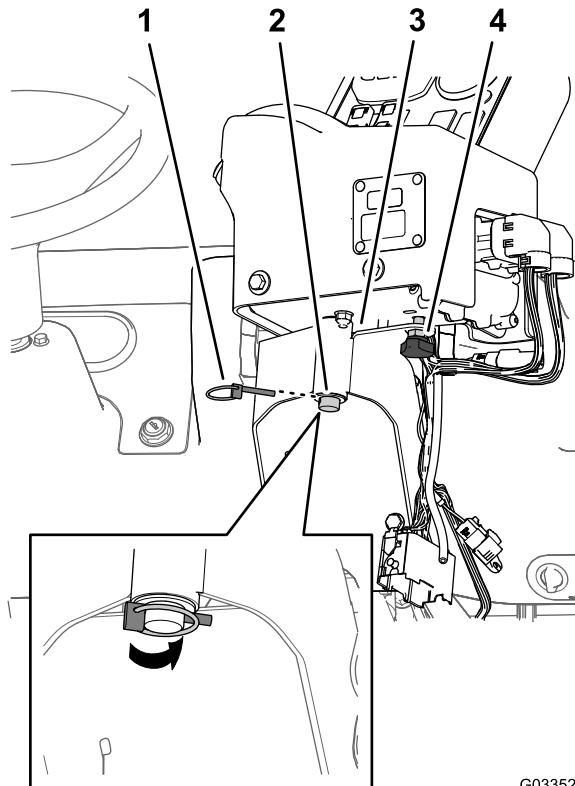

Figura 18
- Instale a consola de controlo no suporte de montagem de controlo e prenda a consola utilizando o pino do clipe de mola (Figura 18).
- Instale o botão manual e aperte-o para evitar que a consola rode durante a operação (Figura 18).